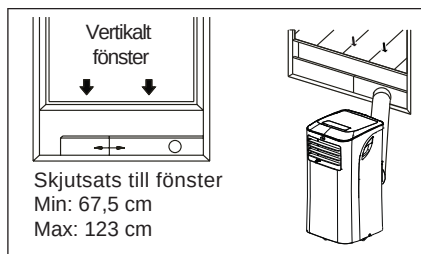

Fig. 8
5. Fäst fast adapter B i fönsterreglagesatsen och tätningen. (Fig. 8 och 9)